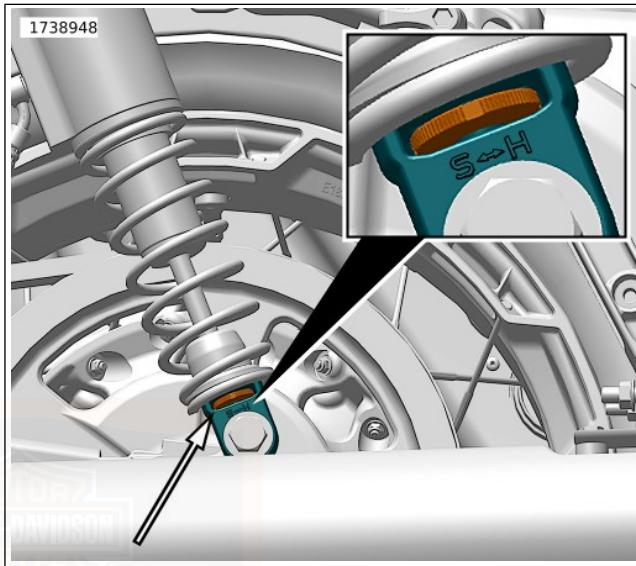

Abbildung 15. Rändelrad der Dämpfungseinstellung
- Siehe Abbildung 15 . Die Rändelräder der Dämpfungseinstellung an beiden Stoßdämpfern in Richtung H (hart) drehen, bis der Einsteller anhält, dann einen Klick in Richtung S (weich).